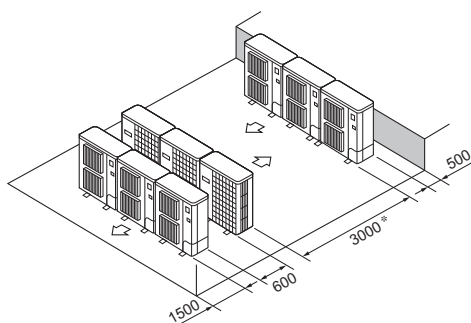

Fig. 3-16
- ⑥ Disposizione di diverse unità parallele (Fig. 3-16)